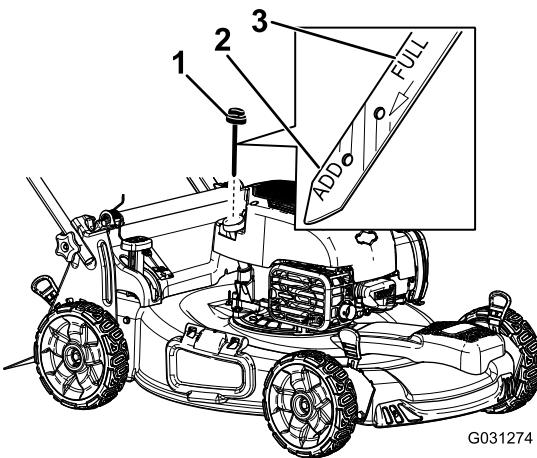

Figura 4
1. Retire la varilla (Figura 4).
2. Vierta aceite lentamente por el tubo de llenado hasta que el nivel de aceite llegue a la marca Lleno de la varilla (Figura 4). **No llene demasiado.**